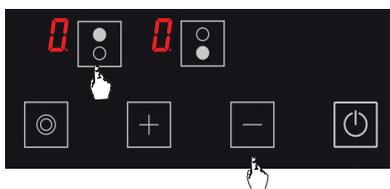

Abbildung 14
1. Drücken Sie die Auswahlstaste obere Kochzone () und die Minus-Taste () gleichzeitig. Sie hören einen kurzen Warnton. (siehe Abb. 14) Nehmen Sie dann Ihre Finger vom Kochstellen-Bedienfeld.